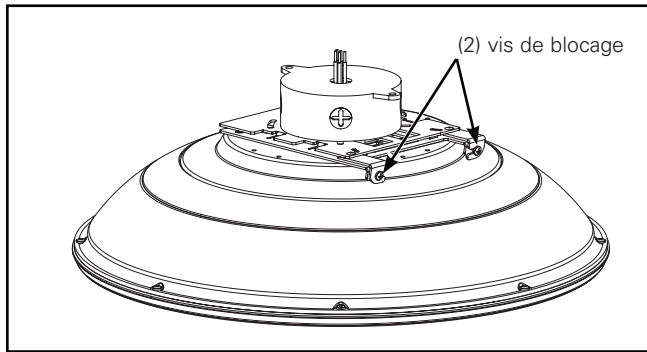

Figure 6.
- 7. Pivotez les deux charnières de blocage pour les remettre en place puis serrez les vis de blocage à un couple de 1,1 Nm (10 po-lb) (Figure 6).